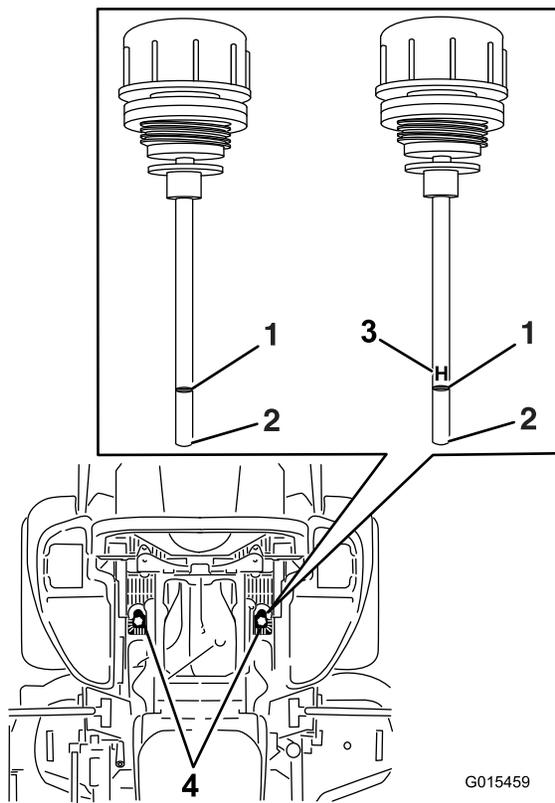

Figure 85
6. Nettoyez la surface autour des jauges des réservoirs du système hydraulique (Figure 85).
7. Sortez une jauge du réservoir hydraulique (Figure 85).
9. Ressortez la jauge et examinez l'extrémité (Figure 85).